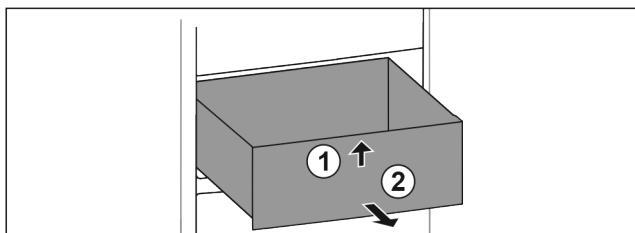

Fig. 120
- Повдигнете чекмеджето отпред. Fig. 120 (1)
- Извадете чекмеджето напред. Fig. 120 (2)